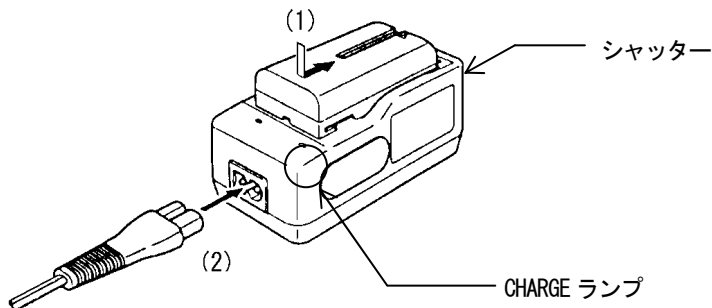

図3-38 充電器
(1) 充電器使用方法
a) 充電器にバッテリーパックを取り付け (図3-38-(1)参照)
ACケーブルを充電器に接続し、ACケーブルのACプラグをコンセントに差し込んでください。(図3-38-(2)参照) 充電器のCHARGE ランプ(オレンジ)が点灯し、充電が始まります。